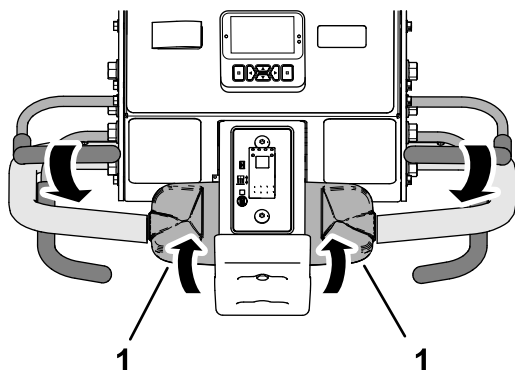

図 90
3. オペレータベイルを握り込んだまま、走行コントロールの上部を後方に回転させる図 90。